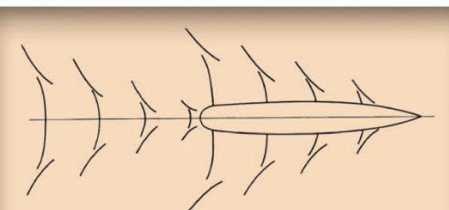

Figura 9: Diagramma schematico del sistema di onde generate dalla prua e dalla poppa
- 3) La nave crea un treno di onde alla superficie (Figura 9) e le particelle di acqua possono avere una velocità verso prora o verso poppa a seconda che si trovino sulla cresta o sul cavo dell'onda. Questa velocità orbitale si sommerà alla scia con un contributo che potrà essere positivo o negativo